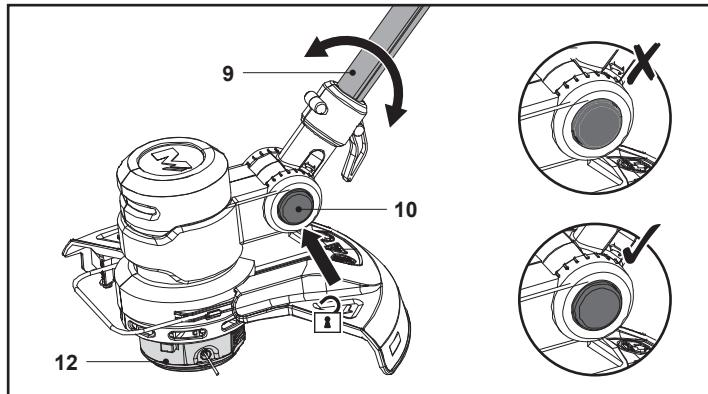

Fig. 9
1. Apasă butonul de deblocare (10) și ține-l apăsat.
2. Mișcă tija inferioară (9) puțin în sus sau în jos (fig. 9).
3. Eliberează butonul de deblocare (10) și continuă să miști tija (9) până când se blochează în poziție.